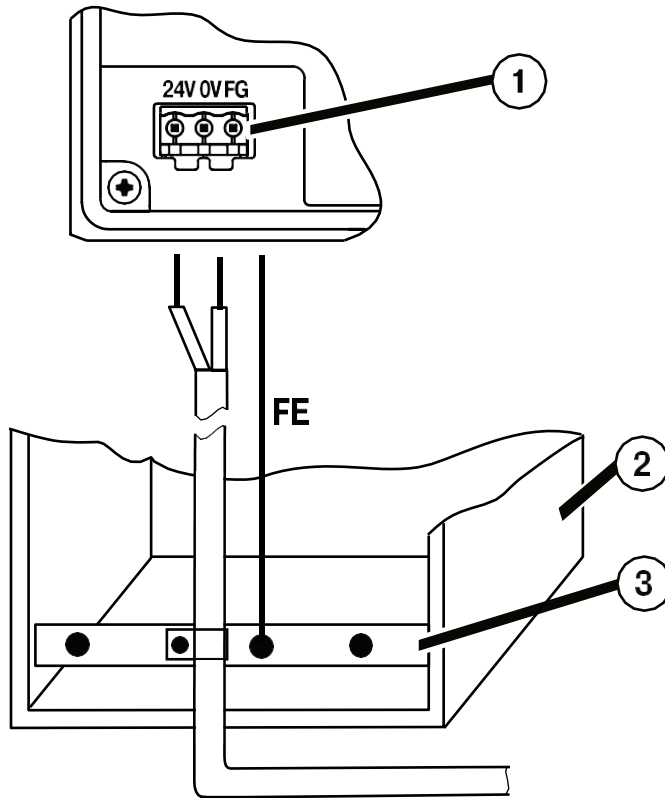

Рисунок 6.4 – Підключення захисного заземлення, що вирівнює потенціали
На задньому боці корпусу панелі розташовані клеми для підключення живлення (24 В) і функціонального заземлення (FG). Схему підключення живлення представлено на рисунок 6.4.